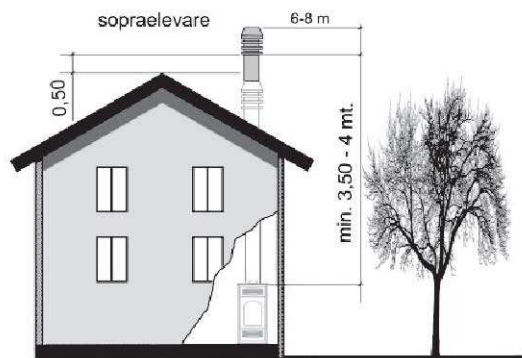
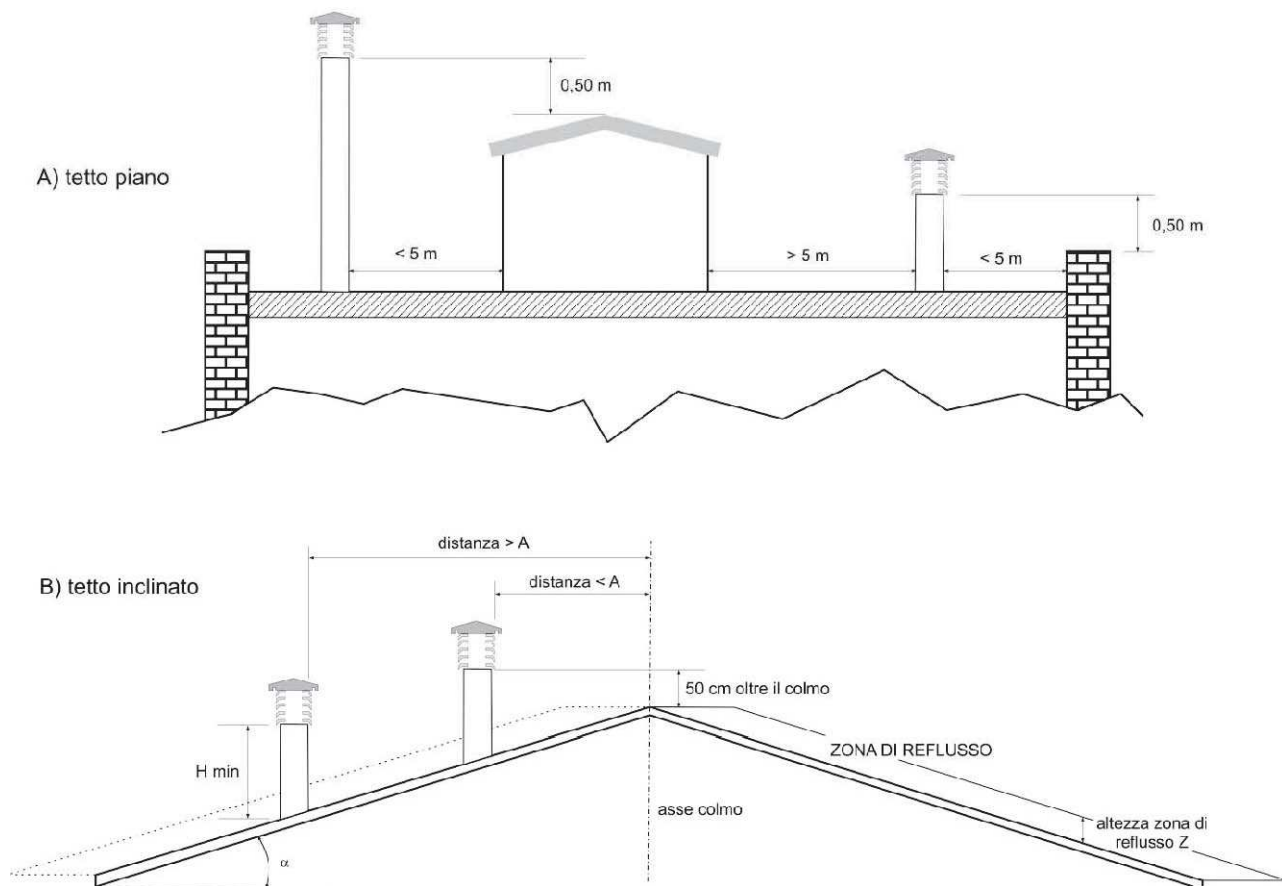

Fig.4
Fig. 5
-Il comignolo deve essere posizionato in modo da garantire un'adeguata dispersione ed iluizione dei prodotti della combustione e comunque al di fuori della zona di reflusso. Tale zona ha dimensioni e forme diverse in funzione dell'angolo di inclinazione della copertura, per cui risulta necessario adottare le altezze minime riportate in fig.4 e in fig.5.
- Il comignolo dovrà essere del tipo antivento e superare l'altezza del colmo fig.4 e fig.5.
-Eventuali fabbricati od altri ostacoli che superano l'altezza del comignolo non dovranno essere a ridosso del comignolo stesso (fig.4).